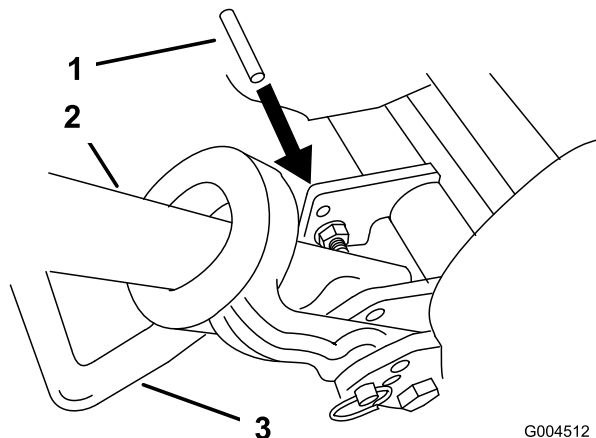

Figura 44
2. Baixe o apoio. Introduza um pino com 6,4 mm de diâmetro, ou equivalente, no orifício da estrutura por cima da cavilha de montagem do apoio (Figura 44).